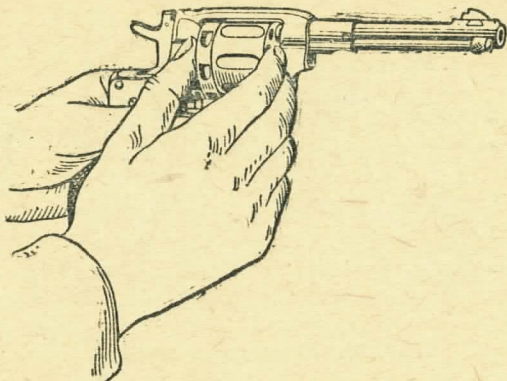

Рис. 28. Как вынуть барабан
3) **вынуть барабан**: откинуть дверцу вниз к спусковой скобе, вынуть барабан в правую сторону и закрыть дверцу (рис. 28).